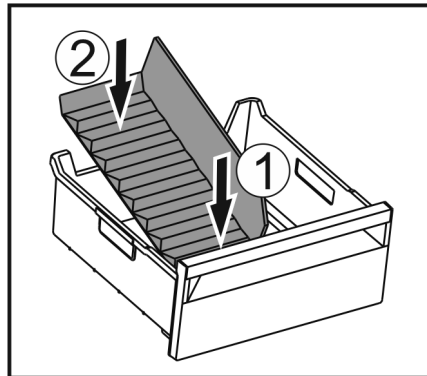

Fig. 169
- ▶ Вставити передню частину перегородки відділення для льоду. Fig. 169 (1)
- ▶ Опустити задню частину перегородки відділення до дна ящика для кубиків льоду. Fig. 169 (2)